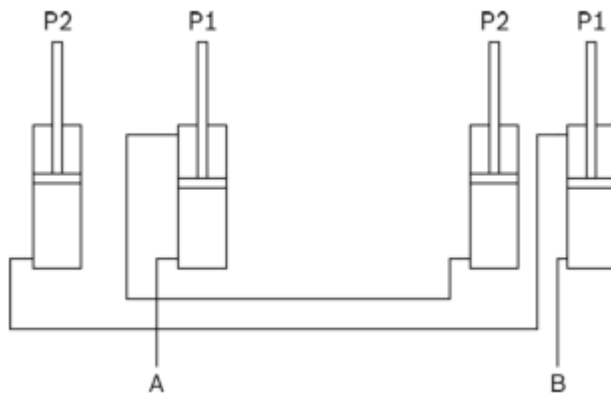

Рис. 4 Контроль синхронизации гидравлической системы
- Два гидравлических цилиндра каждой ножничной конструкции приводятся в действие отдельными гидравлическими контурами. Гидравлические цилиндры в контуре подключены последовательно (принцип слежения). См. Рис. 4.